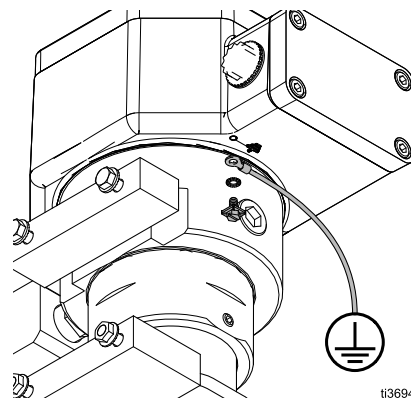

FIG. 7: Cable de tierra externo
2. En el caso de calentadores para ubicaciones peligrosas únicamente: conecte un cable de conexión a tierra como se muestra en la FIG. 7. Afloje el tornillo de conexión a tierra y conecte un cable de tierra (Y, pieza Graco 222011 - no suministrado). Apriete firmemente el tornillo de conexión a tierra. Conecte el otro extremo del cable de tierra a una toma de tierra fiable.